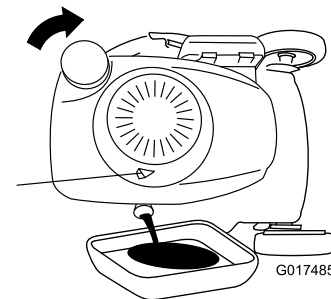

Figure 35
3. Inclinez la machine sur le côté (jauge en bas) pour vidanger l'huile usagée par le goulot de remplissage (Figure 35).